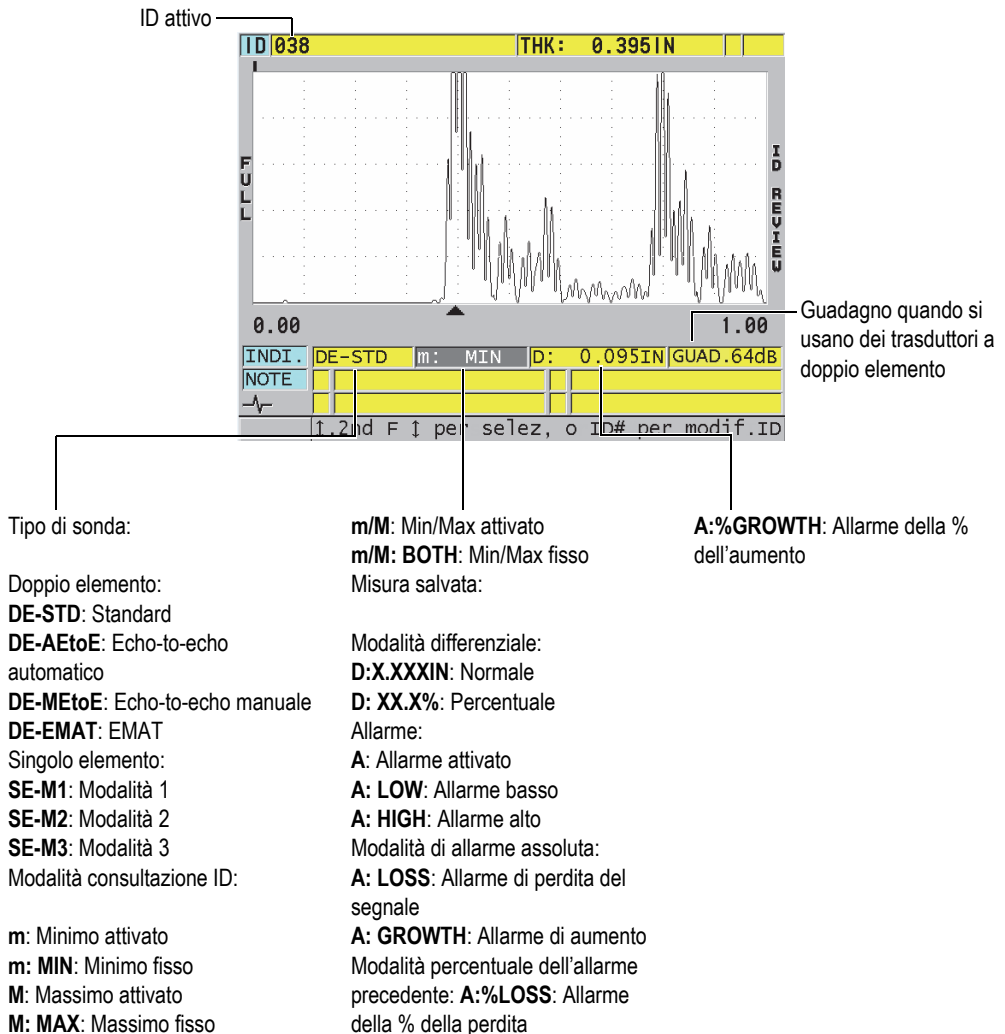

Figura 11-27 Schermata di consultazione dell'ID
La Figura 11-27 a pagina 229 mostra un esempio di schermata di consultazione degli ID e descrive il suo contenuto. L'area al di sotto dell'A-scan contiene gli indicatori di stato che descrivono le misure di spessore salvate e visualizzate. Gli indicatori sono rappresentati dalle stesse abbreviazioni costituite da singole lettere per le parole di stato che vengono trasmesse dal misuratore mediante i comandi di invio (vedi sezione "Gestione delle comunicazioni e del trasferimento di dati" a pagina 277).
3. Nella schermata di consultazione dell'ID (vedi Figura 11-27 a pagina 229):